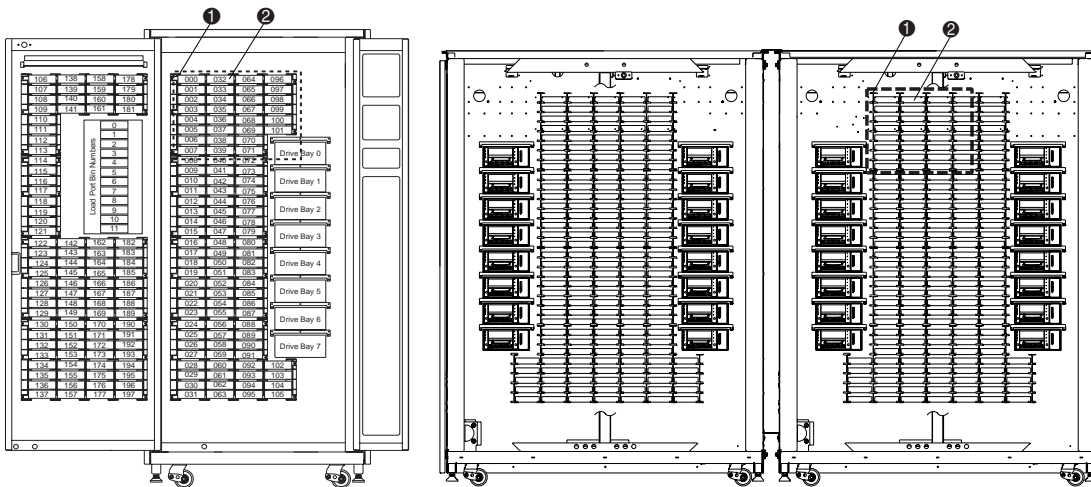

Figure 2-6. Emplacements des bacs
1. Retirez les 32 cartouches et les quatre étagères de bacs de la librairie droite, comme l'illustre la Figure 2-6. Conservez tous les éléments en vue d'une réinstallation ultérieure.